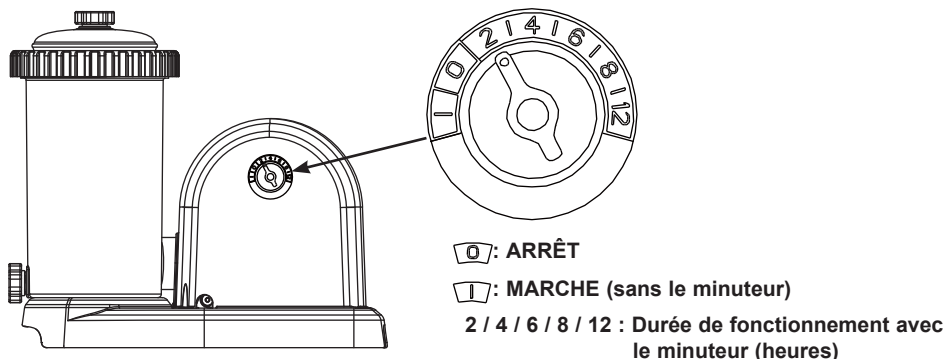

Figure. 10
4. Avec l'eau pénétrant dans la pompe, la pression de l'eau va chasser l'air des conduits et de la chambre de filtration par la purge d'air (2). Quand il n'y a plus d'air dans la filtration, l'eau va sortir par la purge d'air (2). À ce moment, serrez fermement la purge (2) en la tournant dans le sens des aiguilles d'une montre.
- A. Branchez le cordon d'alimentation dans une prise électrique et réglez le bouton du minuteur sur la durée (heures) de fonctionnement désirée. **Voir Figure. 10.** Consultez le tableau « Durée de fonctionnement » pour les heures de fonctionnement requises relatives à chaque dimension de piscine.